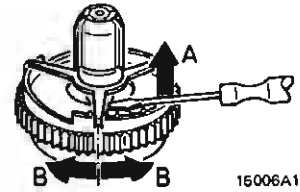

Fig. 8
- De opspoelfrictie is instelbaar door het verdraaien van de drukveer op de opspoelfrictie (Fig. 8). (Iedere stap is ongeveer 10 gfcM).